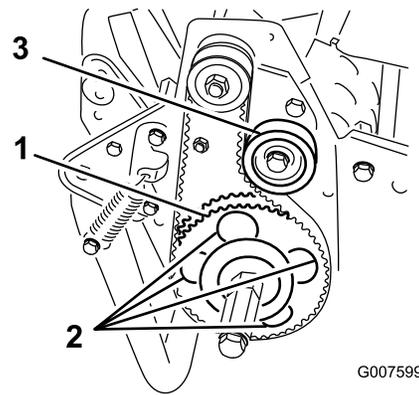

Рисунок 44
7. Поворачивайте ведомый шкив валика до совмещения с 4 винтами буртика подшипника валика (Рисунок 44).
11. Отрегулируйте натяжение ремня и затяните винт крепления натяжного шкива. (Рисунок 44).